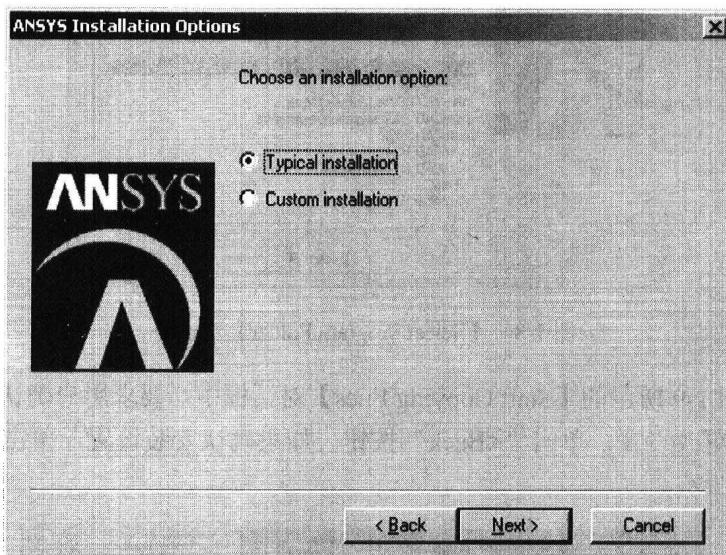

图 1-6 ANSYS 5.7 安装方式选择对话框
(7) 在【ANSYS Installation Options】对话框中(图 1-6), 用户可选择典型安装(Typical installation)或自定义安装(Custom installation)。选择典型安装, 单击“Next>”按钮, 进入下一步。